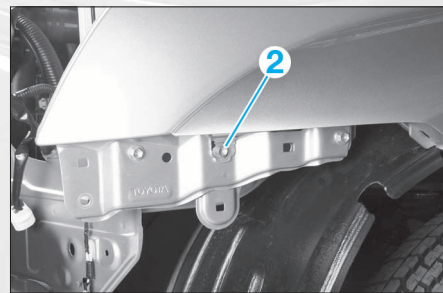

FIG. 17
- Déposer la vis de fixation (2) (Fig.17).